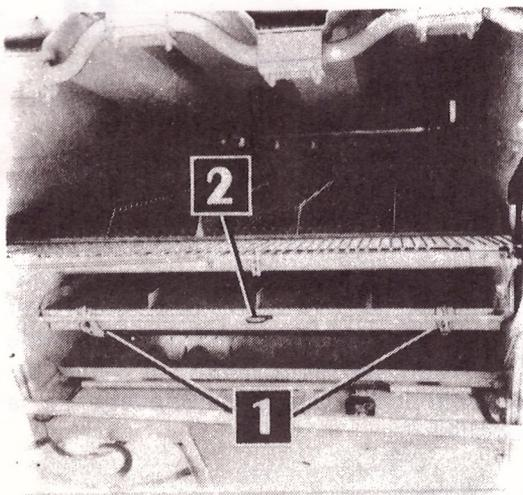

FIG.26
Le crible inférieur est accessible en enlevant le volet arrière ; pour le lever, tirer vers l'arrière en tournant vers le bas les verrous de sécurité (1, fig.26) et le tirer. Le crible réglable se règle en agissant sur le levier (2).